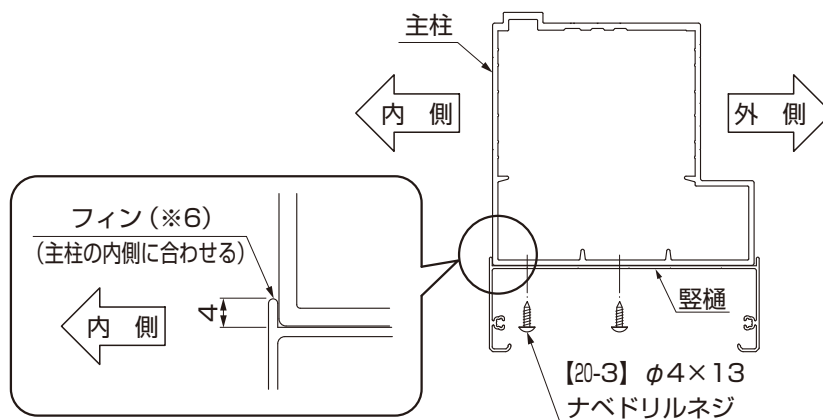

図18-4 縦樋の取付け
- 縦樋の内側フィン（※6）が、主柱の内側に当たるように取付けてください。（図18-4参照）